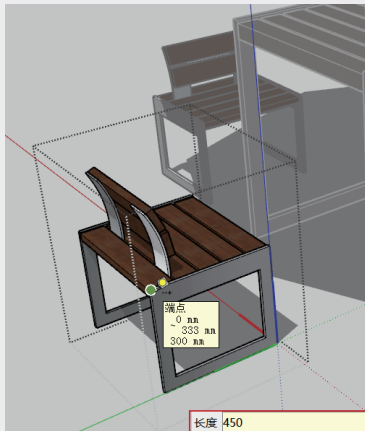

图3-48
- 03 在量取点上单击，此时在数值文本框中输入正常椅子的高度——450mm，按Enter键确定，如图3-48所示。